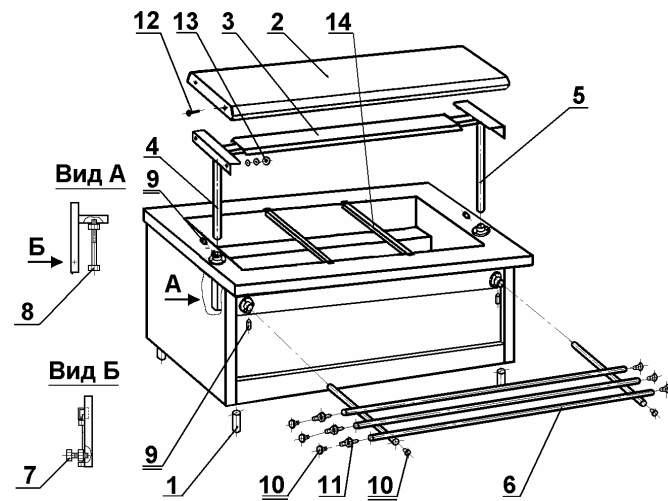

Рис. 2
7.4 Установить в гнезда столешницы гастрономические ёмкости с продуктами, используя, при необходимости, кронштейны (рис.2, поз.14).
6.5 Схема сборки мармита приведена на рис. 2.